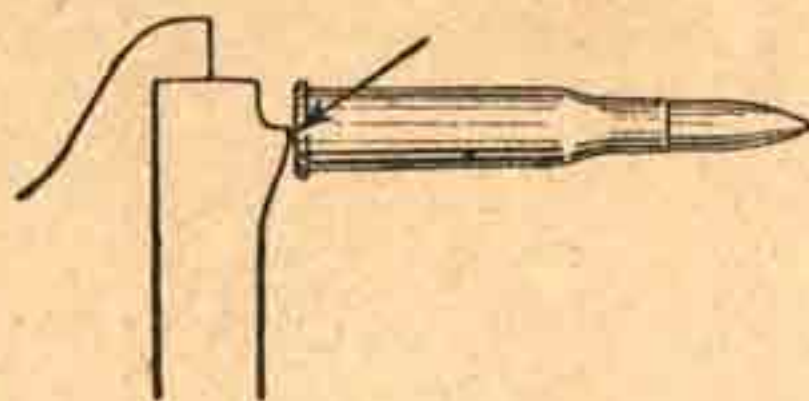

Рис. 30. Боевая личинка не поднялась. Загиб боевой личинки уперся в шляпку патрона.
**Задача 3.** Из пулемета вели автоматический огонь. Стрельба прекратилась. Оказалось, что боевая личинка не поднялась в крайнее верхнее положение, так как ее загиб уперся в шляпку патрона, косо поданного в окно приемника (рис. 30). При этом рожки боевой личинки уперлись в выступы рамы.